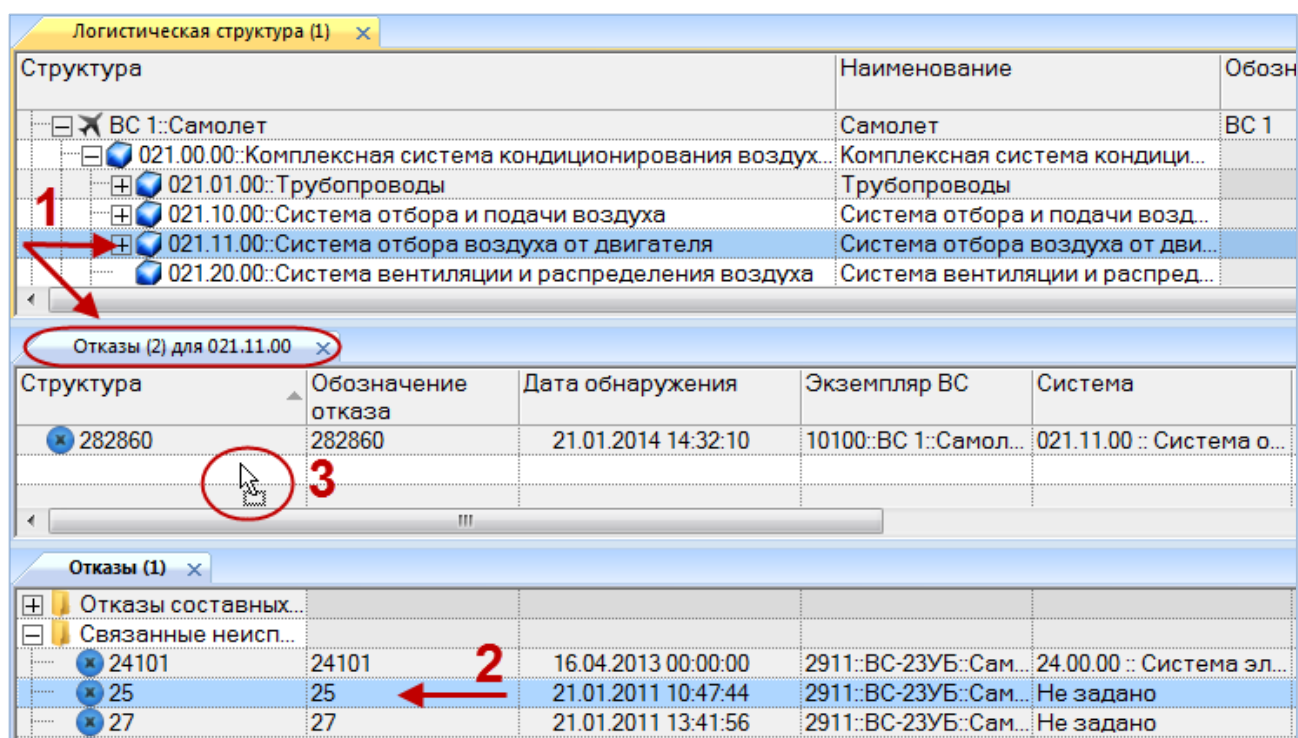

Рис. 13-275 – Переместить отказ в окно связанных объектов
2) Выбрать ЛСИ-систему в рабочем окне «Логистическая структура» и открыть окно связанных объектов «Отказы» для выбранной системы (1 на рис. 13-275).
3) Выбрать отказ в рабочем окне «Отказы» (2 на рис. 13-275).
4) Переместить с помощью мыши отказ в окно связанных с ЛСИ-системой отказов – появится подсказка вида «+ Создать связь X объект(ов) в ...» (3 на рис. 13-275). Отпустить кнопку мыши.